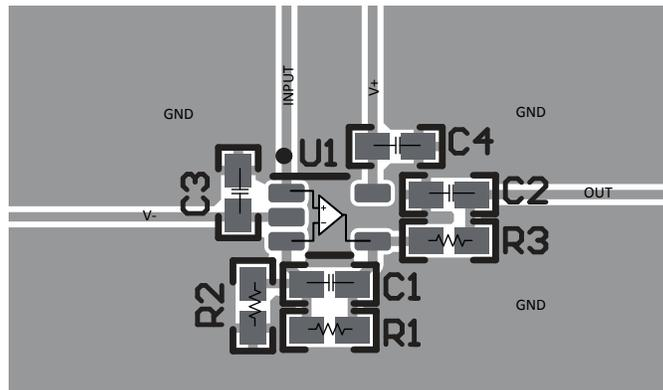

図 7-5. 非反転構成のオペアンプ基板のレイアウト - SC70 (DCK) パッケージ
- 外付け部品は、可能な限りデバイスに近く配置します。図 7-5 に示すように、寄生容量を最小限に抑えるため、RF と RG は反転入力の上に配置します。